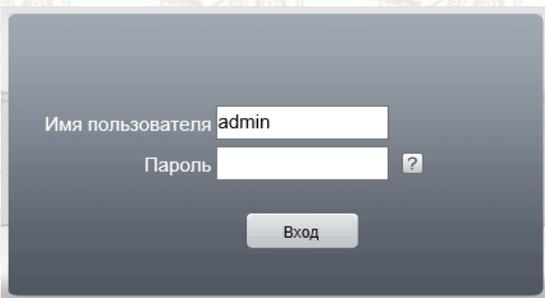
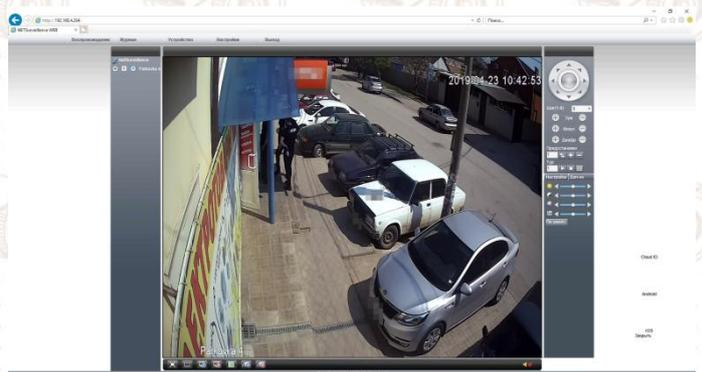

Рис.3 Поле авторизации
Рис.4 WEB-интерфейс видеокamеры
- после успешной установки компоненты будет приложено пройти авторизацию(Рис.3). По умолчанию имя пользователя: “admin”, значение пароля остается пустым. После успешной авторизации Вы перейдете в интерфейс камеры(Рис.4)